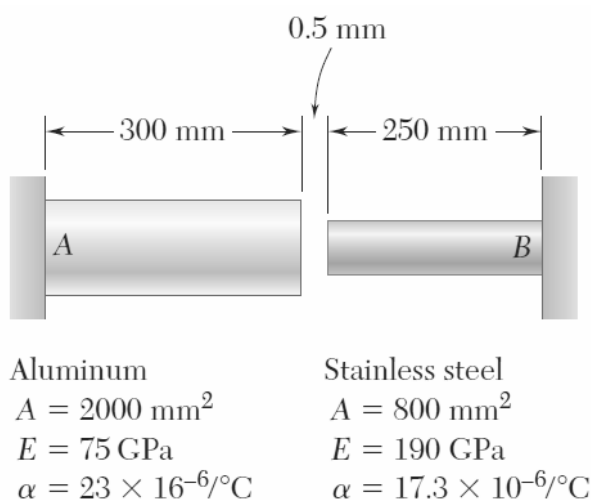

Figura 2.25
2.4.3 Determine a diferença de temperatura necessária aplicar às duas barras da Figura 2.25 para que não haja folga entre elas. R: $\Delta T = 44,5^\circ\text{C}$